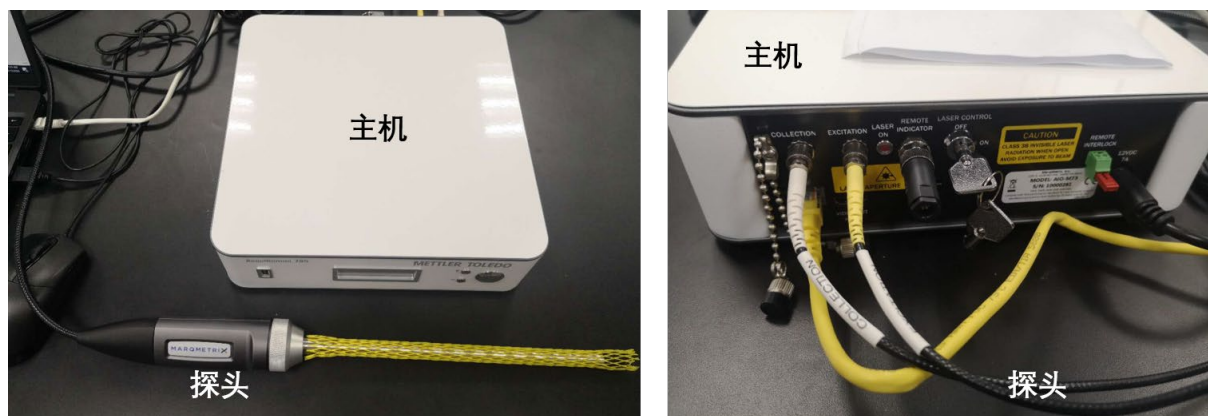

图 4-1 ReactRaman 785 原位拉曼光谱仪的主机和探头
4.1.1 如图 4-1 所示, ReactRaman 785 原位拉曼光谱仪的主要部件由主机和探头组成。